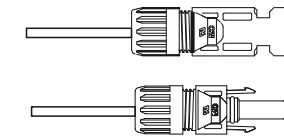

Abbildung 5.16 Stecker mit angeschraubter Überwurfmutter
4. Setzen Sie den Metallstecker oben in den Stecker ein und ziehen Sie die Mutter mit einem Drehmoment von 2,5–3 Nm an (siehe Abbildung 5.16).